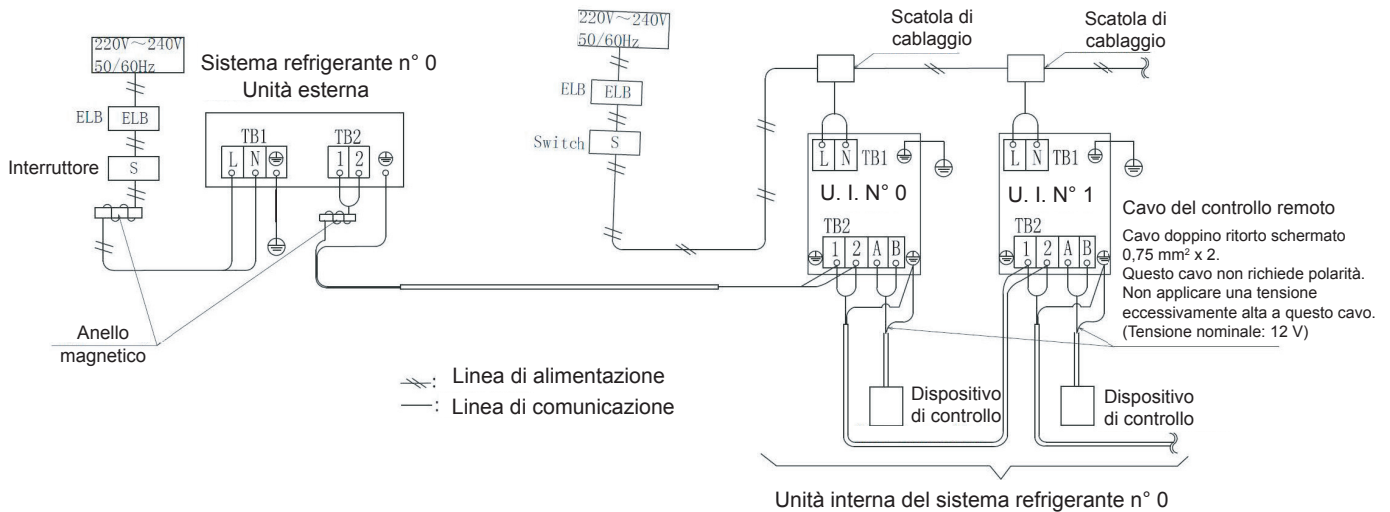

Fig. 6.1 (a) Collegamenti elettrici per unità esterna e interna (MONOFASE)
- (1) Collegare i cavi di alimentazione alla morsettiere nel quadro di comando elettrico dell'unità esterna ed interna. Collegare il cavo di terra al quadro di comando elettrico dell'unità esterna. Inoltre, collegare il cavo di terra alla vite di terra nel quadro elettrico dell'unità interna. Fare riferimento alla Fig. 6.1.
- (2) Collegare i cavi tra le unità esterna e interna ai morsetti 1 e 2 della morsettiere. Se i cavi di alimentazione vengono collegati ai morsetti 1 e 2 della morsettiere, il circuito stampato si danneggerà.